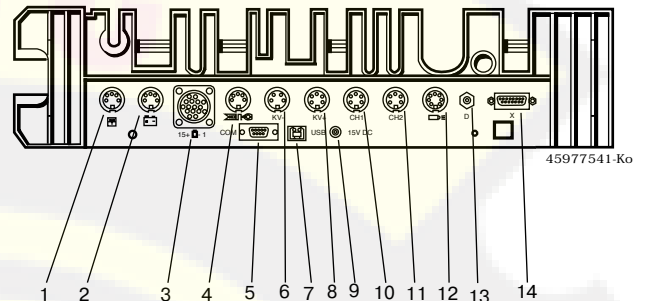

Рис. 4. Панель разъемов FSA 740:
2. Подключить датчики к соответствующим гнездам измерительного модуля (см. рис. 4). Токовые цанги на 30 А и на 1000 А, а также кабель с адаптером (номер заказа 1 684 465 513) подключаются только в случае необходимости.